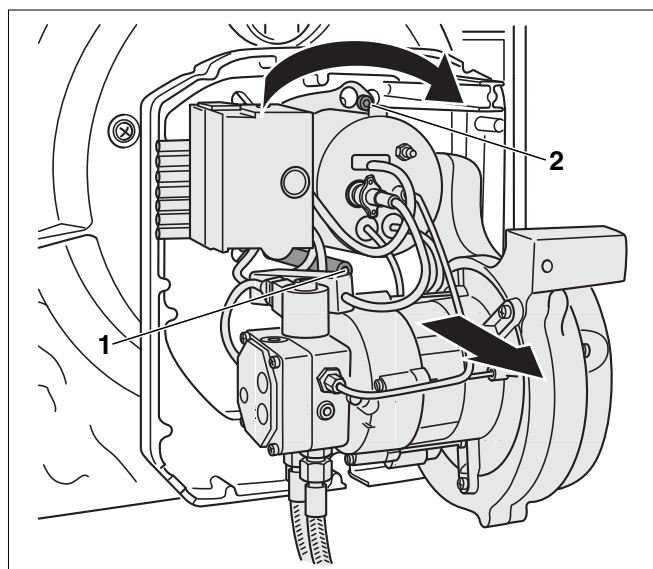

Fig. 44 Soltar los tornillos de la fijación de la brida
- Soltar los tornillos del ajuste de bayoneta (fig. 44, **pos. 1 y 2**) (no retirarlos por completo) y retirar el quemador de la pared trasera del quemador (fig. 44) con un leve giro hacia la derecha.